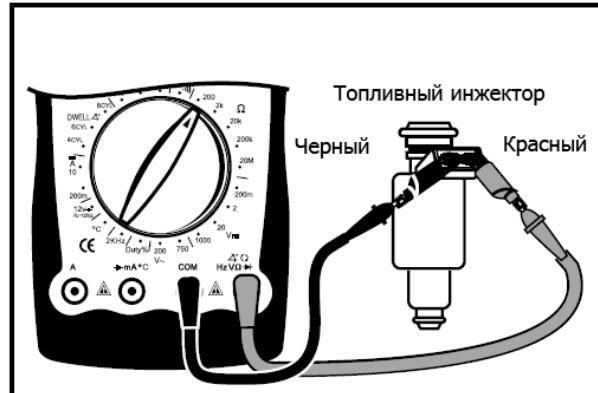

Рис. 20
##### (2) Тестирование сопротивления топливного инжектора (См. рис. 20)